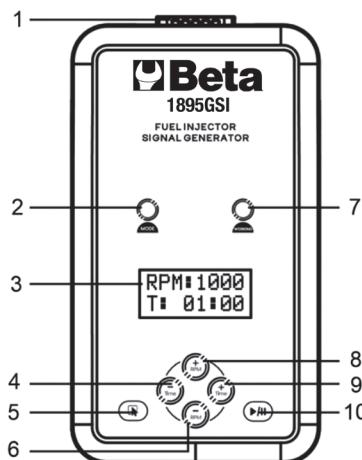

Fig. 1
- Selezionare la velocità di rotazione simulata desiderata, premendo i pulsanti “+” (8 Fig. 1) e “-” (6 Fig. 1).
- Impostare la durata del processo premendo i pulsanti “+” (9 Fig. 1) e “-” (4 Fig. 1) per.